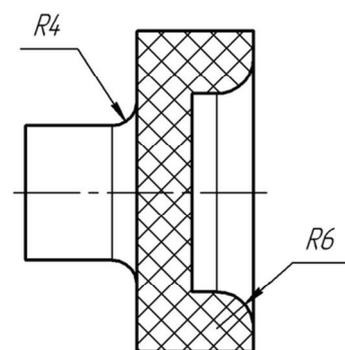

Рис. 1.23
На чертеже детали постройте скругления согласно примеру (рис. 1.23).
- Далее вызовите команду **Штриховка** и заштрихуйте области детали, как показано на рис. 1.23.